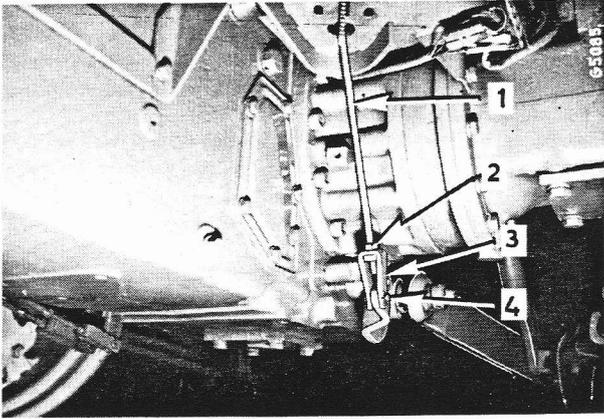

Figure 101 - Tringlerie du frein à main (en avant de l'essieu arrière gauche)
- Desserrez le contre-écrou (2, fig. 101).
- Retirez l'axe (4).
- Vissez la chape (3) sur la tringle (1) jusqu'à ce que le réglage correct soit obtenu.
- Remettez l'axe (4) et serrez le contre-écrou (2).